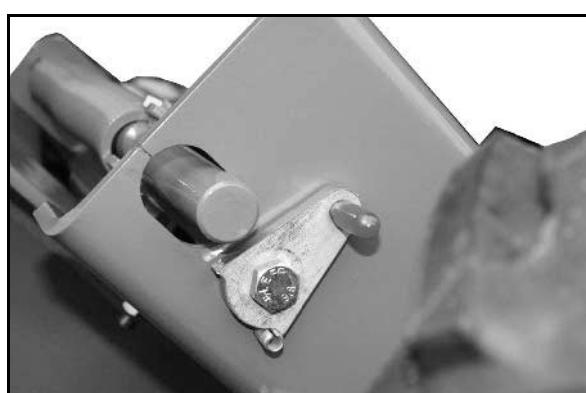

Рис. 25
1. Установите шаровой кран (Рис. 25/1) в положение B.
3. Установите стопорный рычаг соответствующим образом (см. Рис. 25).